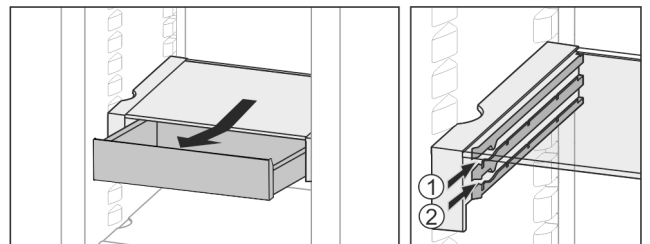

Fig. 24
- ▶ Insértelo a la altura deseada Fig. 24 (1) o Fig. 24 (2).